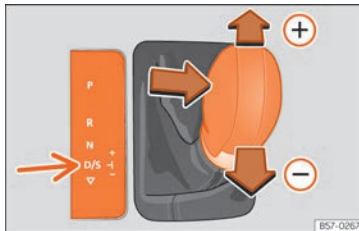

Abb. 259 Mittelkonsole: zu Tiptronic ändern.
- Ziehen Sie den Wählhebel nach vorn um einen Gang hochzuschalten **Abb. 259**.